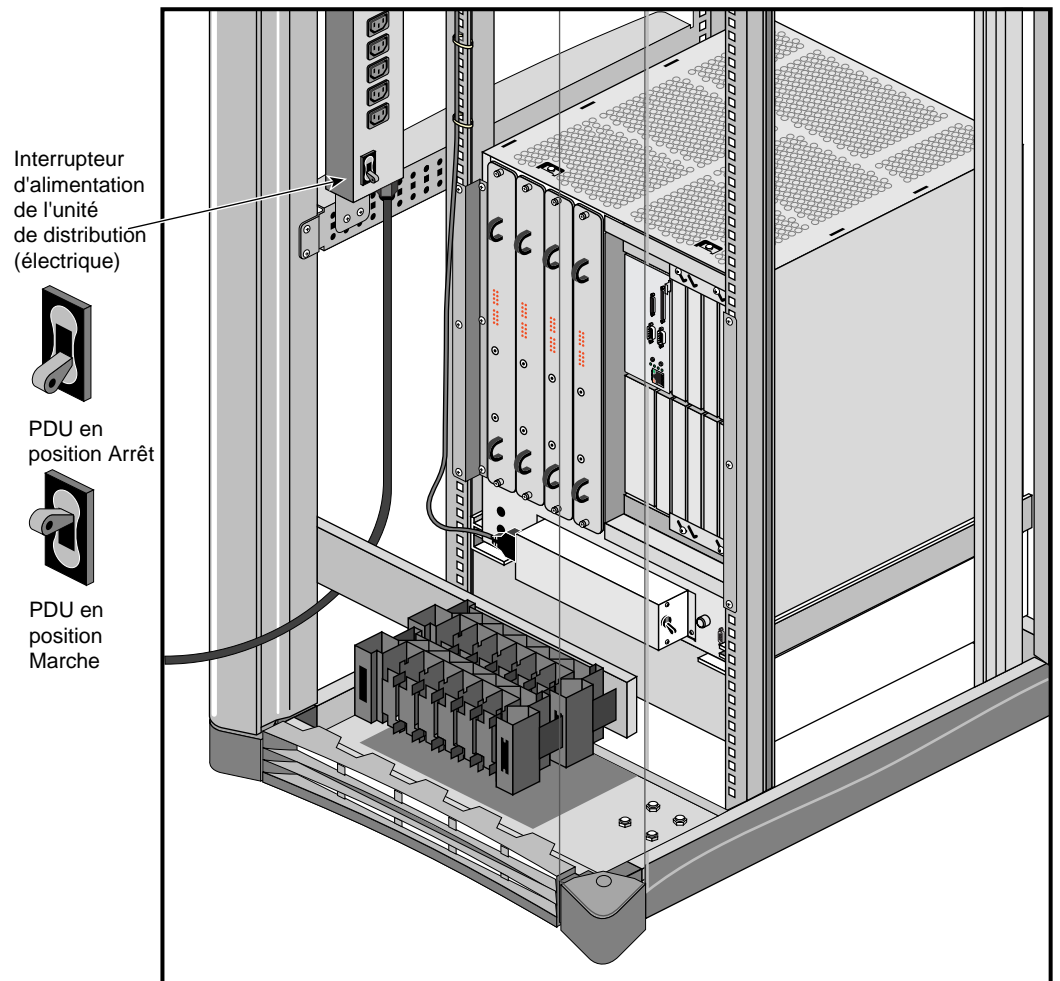

Figure 6-5 Mise hors tension de l'unité de distribution électrique (unité PDU)
3. Coupez le courant de l'unité de distribution électrique (Figure 6-5).
4. Mettez hors tension l'unité de distribution électrique (unité PDU) sur le dernier rack (Figure 6-5).